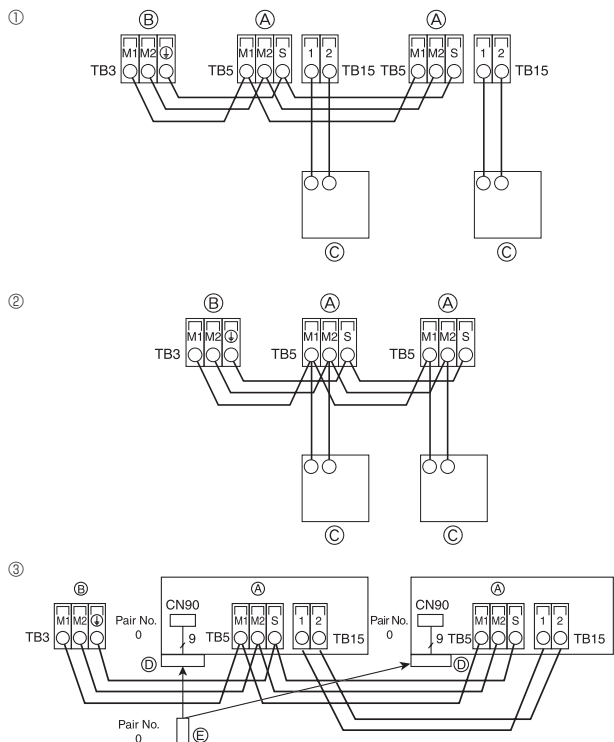

Fig. 4-5
4.4. De afstandsbediening en de transmissiekabels voor het binnen- en buitenapparaat aansluiten (Fig. 4-5)
① MA-afstandsbediening
② M-NET-afstandsbediening
③ Draadloze afstandsbediening (Bij installatie van een draadloze signaalontvanger)